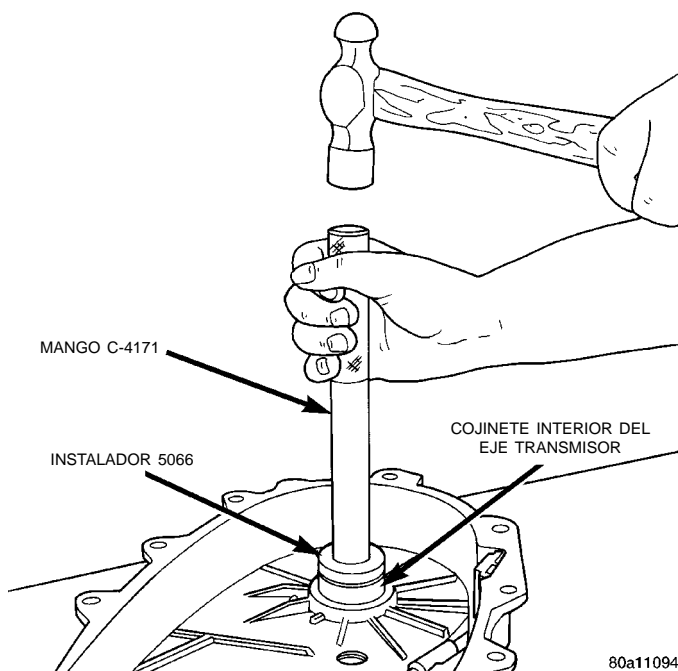

Fig. 48 Instalación del cojinete trasero del eje transmisor
(8) Instale un cojinete nuevo con el Mango C-4171 y el Instalador 5066 (Fig. 48). **El hueco del cojinete está achaflanado en su parte superior. Instale el cojinete de modo que quede al ras con el borde inferior de la parte achaflanada (Fig. 49).**